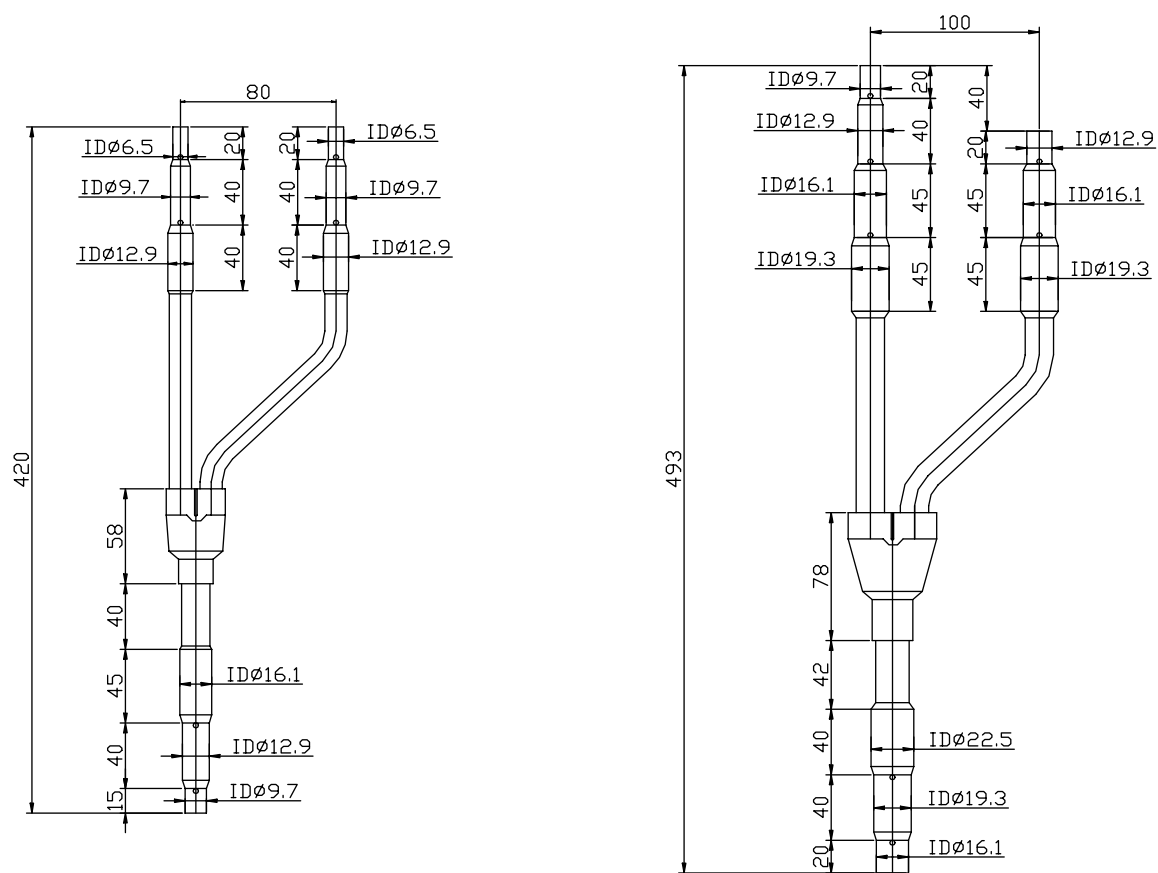

Рис. 5.3 — Геометрические параметры разветвителей FQ01
5.4.1 Для создания сети межблочной фреоновой трассы применяются комплекты разветвителей FQ01, FQ2 и FQ3 (рис. 5.3, 5.4, 5.5)